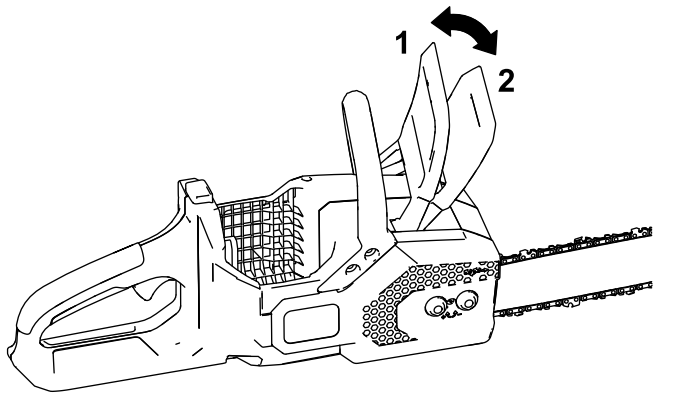

Figura 25
- Ponga el freno de la cadena moviendo el freno de la cadena hacia adelante a la posición de PARADA (Figura 25).
- Quite el freno de la cadena moviendo el freno de la cadena hacia atrás, a la posición de MARCHA (Figura 25).
4. Asegúrese de que el freno de la cadena esté en la posición de MARCHA (Figura 25).